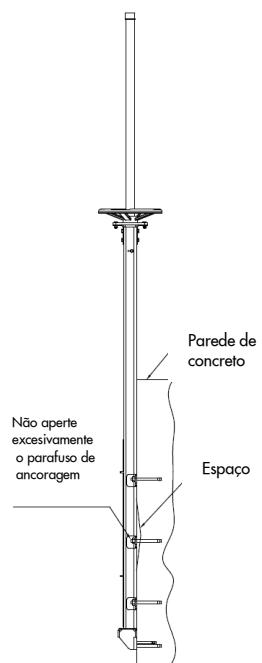

Figura 14
**CUIDADO:** Se a comporta não estiver completamente em contato com a parede, não aperte excessivamente os chumbadores. Aperto excessivo pode empenar ou distorcer o quadro. Se a planicidade e a nivelação da parede estiver de acordo com as normas específicas, o selante de construção preencherá o espaço remanescente (refira-se à Figura 14)